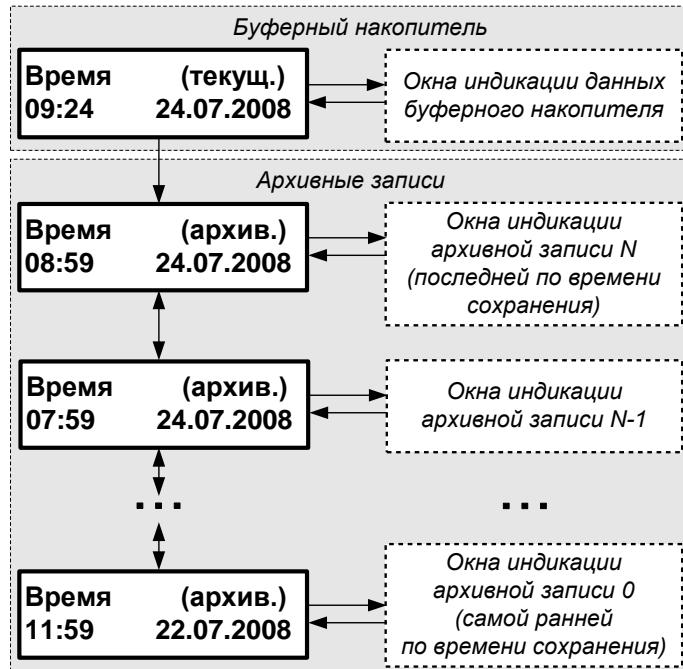

Рис.2. Структурная схема часового архива.
4.4.1. Часовой, суточный и месячный архивы тепловычислителя имеют одинаковую структуру и содержат кроме сохраненных архивных записей также буферный накопитель данного архива (рис.2).
- 4.4.4. Переход к окнам индикации архивных записей выполняется из окна **Время (текущ.)** накопителя по нажатию кнопки . При этом высвечивается окно **Время (архив.)** (рис.2) последней (по времени сохранения) архивной записи с указанием времени в формате «часы : минуты» и даты окончания интервала архивирования. Выбор архивных записей выполняется кнопками , . При этом в окне **Время (архив.)** меняется время и дата окончания интервала архивирования.